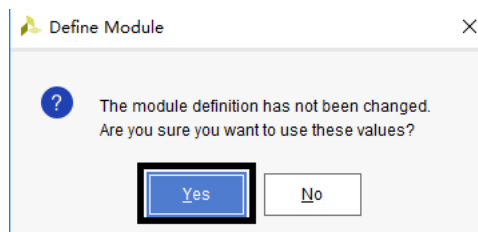

图 1-14 Define Module 提示对话框
(7). 弹出如图 1-14 所示对话框，提示用户该模块未做任何改动，单击 Yes 按钮。